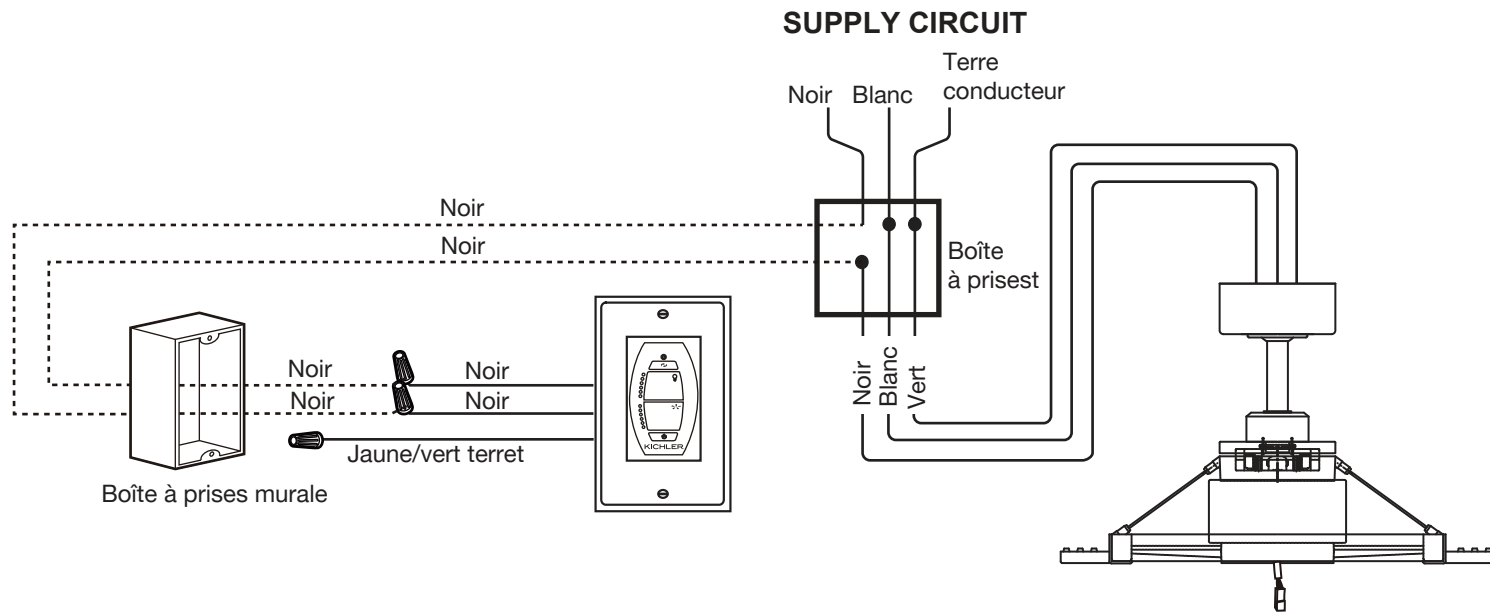

Fig. 13
Effectuer toutes les connexions illustrées sur la Figure 13. Fixer chacune des connexions avec les serre-fils fournis. (Fig. 13)
Étape 1. Acheminez le fil du ventilateur (moteur) au fil Noir de la commande murale. (Fig. 13)
Étape 2. Acheminez le fil du ventilateur (moteur) au fil Blanc de l'alimentation du domicile. (Fig. 13)
Étape 3. Si votre boîte à prises du plafond dispose d'un fil de terre (vert ou cuivre nu), connectez le au fil de terre du ventilateur du plafond et/ou du support de montage du plafond. (Fig. 13)
Étape 1. Acheminez le fil Noir (AU MOTEUR L) de la télécommande au fil Noir de la boîte à prises murale. (Fig. 13)
Étape 2. Acheminez le fil Noir (AC IN L) de la télécommande au fil Noir de la boîte à prises murale. (Fig. 13)
Étape 3. Si votre boîte à prises murale dispose d'un fil de terre (vert ou cuivre nu), connectez le fil de terre jaune/vert de la commande murale ; si elle n'en dispose pas, connectez le fil de terre jaune/vert de la commande murale directement à l'une des vis de la boîte à prises murale. (Fig. 13)